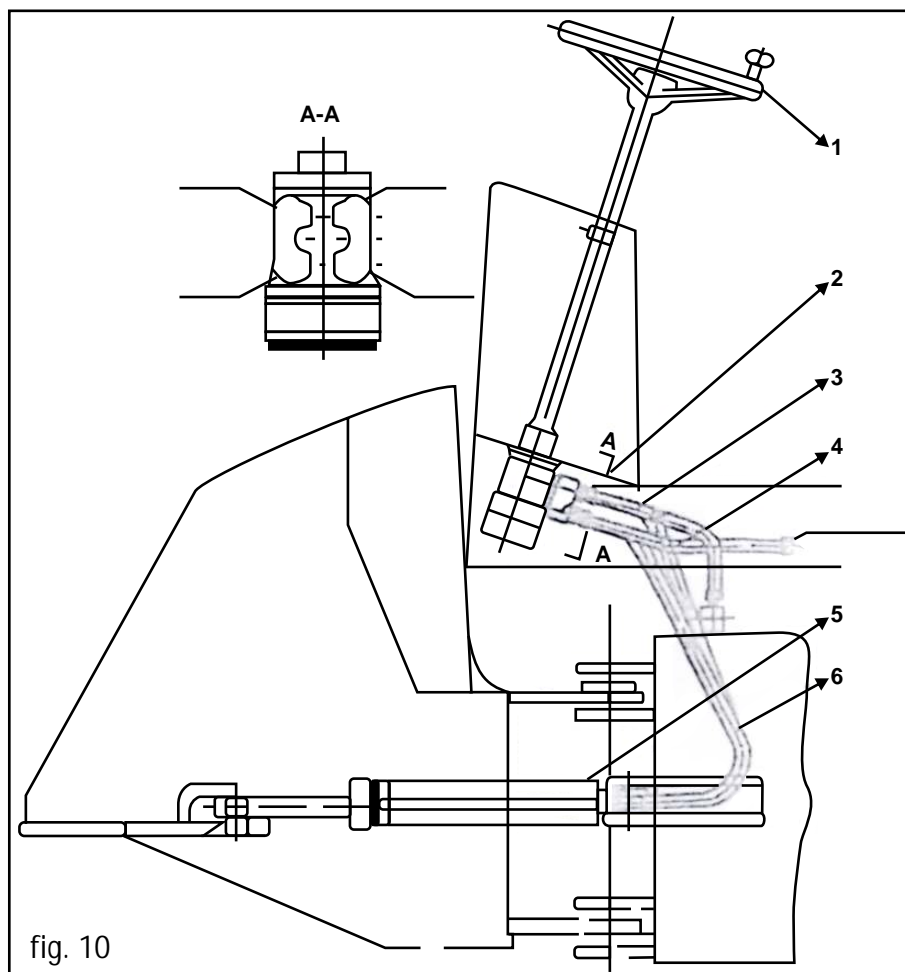

fig. 10
• Para la modalidad operativa ver fig. 10.
- El equipamiento operativo y de dirección para la Pala Frontal y Retro adoptaron bombas comunes y sistema de fluidos divididos. **Ver fig.10.**